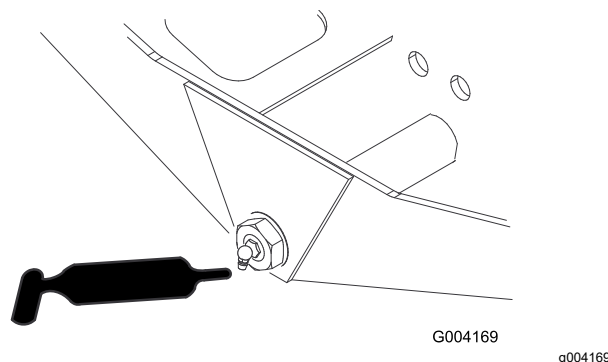

Figura 70
- Pivote de dirección del eje (1) (Figura 70)